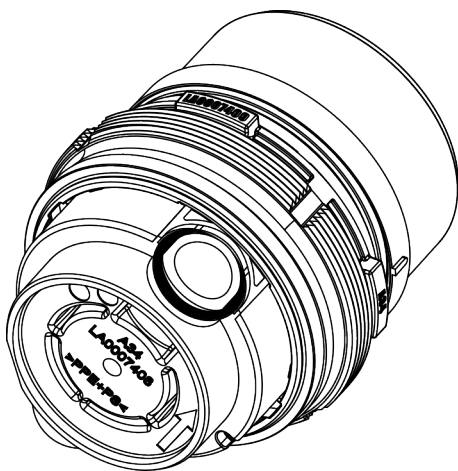

Abbildung 11. Dichtung A34
2. Korrekten Sitz des O-Rings an der Auslasseite der Strömungsumlenkung prüfen und ggf. korrigieren (Abb. 11).